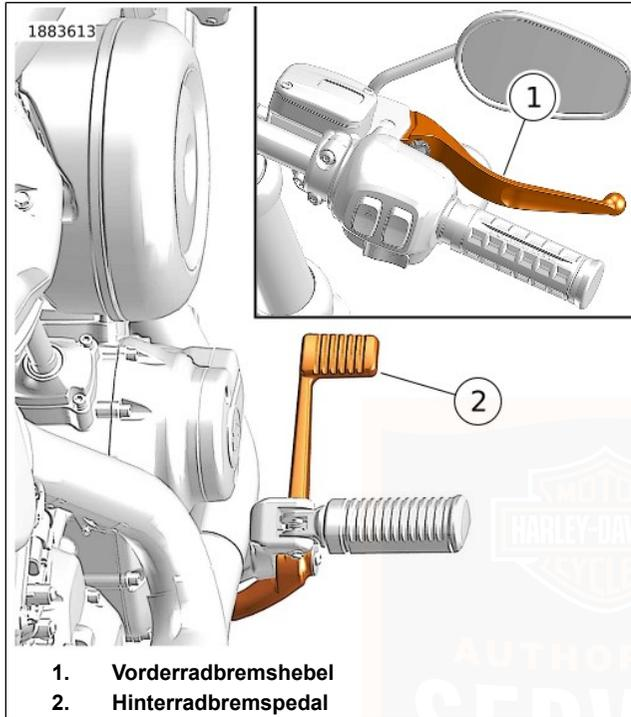

Abbildung 32. Bedienelemente für Bremsen (typisch)
Siehe Abbildung 32. Mit dem Vorderradbremsshebel (1) wird die Vorderradbremse betätigt. Der Bremshebel befindet sich auf der rechten Lenkerseite. Den Handhebel mit den Fingern der rechten Hand betätigen.
Siehe Abbildung 32. Mit dem Hinterradbremsspedal (2) wird die Hinterradbremse betätigt. Das Bremspedal befindet sich auf der rechten Seite. Das Hinterradbremsspedal mit dem rechten Fuß betätigen.